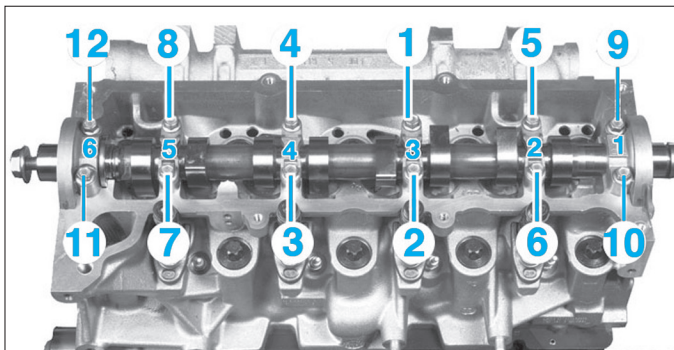

Fig. 79
- Reposer les chapeaux de paliers d'arbre à cames (n° 1 côté volant moteur) et les serrer progressivement par passes successives jusqu'au couple prescrit, en commençant par les paliers centraux (Fig.79).